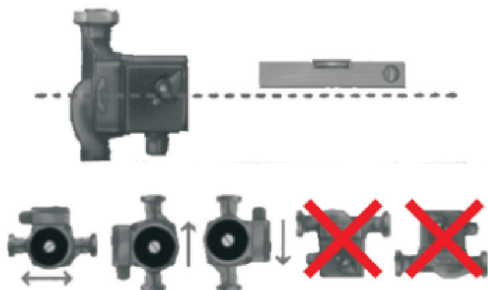

рис. 3
- устанавливая насос следует так, чтобы ротор располагался строго по горизонтали (рис.3). Любое другое положение значительно снизит его производительность (до 30%) и приведёт к сокращению срока службы;